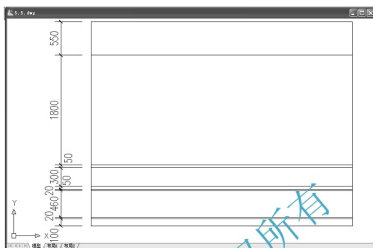

图 5.5 偏移生成台度等其他装饰线
(4) 重复【偏移】命令，将踢脚线依次向上偏移 20mm、460mm、20mm、50mm、300mm、50mm、1800mm，生成台度等其他装饰线，结果如图 5.5 所示。